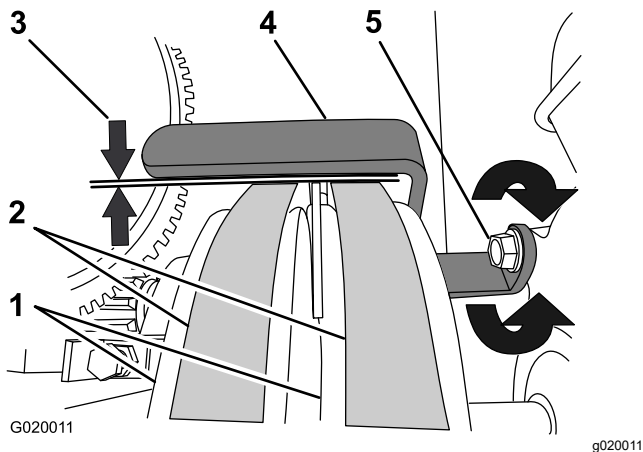

Figura 66
6. Compruebe que la holgura entre la guía de las correas y las correas es de 2.5 mm a 4.0 mm (3/32" a 5/32"); consulte Figura 66.
- A. Afloje el perno que sujeta la guía de las correas al motor (Figura 66).
de 2.5 a 4 mm (3/32" a 5/32") entre la guía y cada correa (Figura 66).
- C. Apriete el perno que sujeta la guía de las correas al motor (Figura 66).